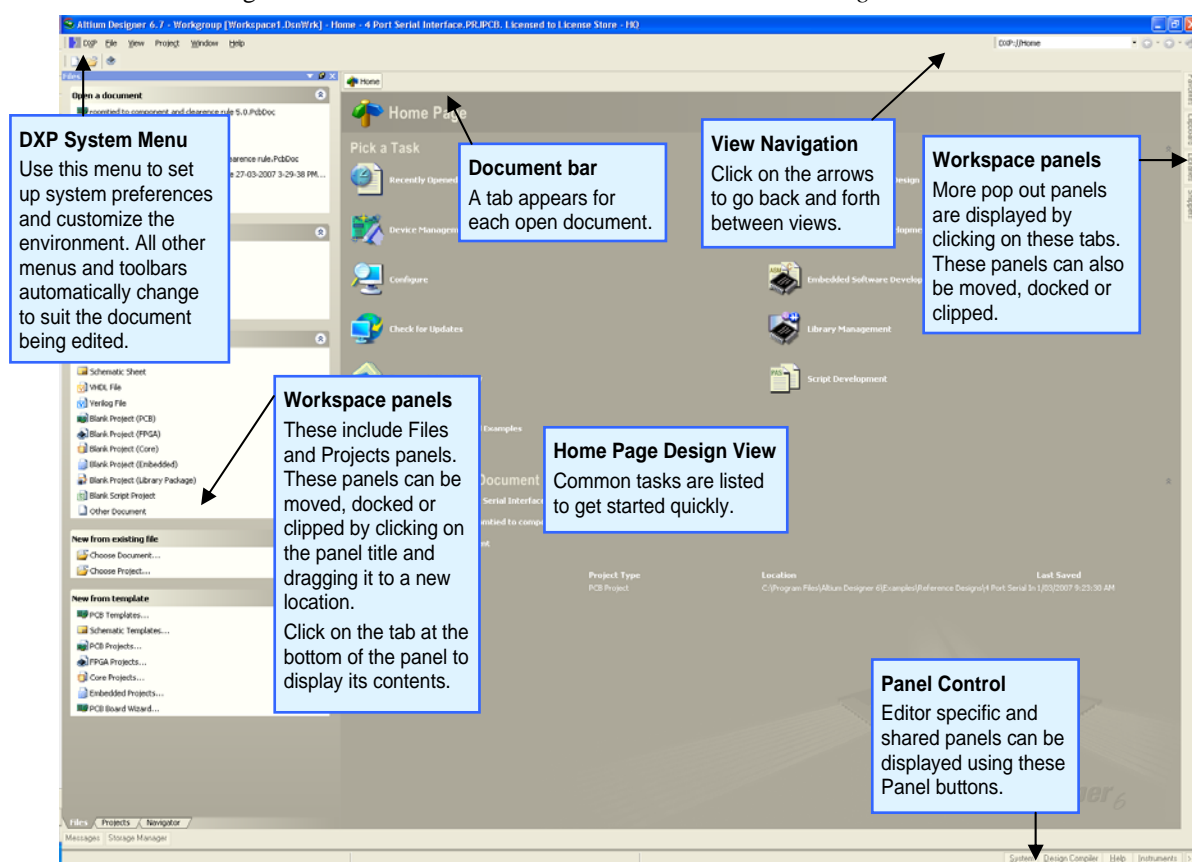

Figure7. Altium Designer， DXP Home Page 已打开。
- Altium Designer 主要文档编辑区域，如图 7 右边所示。